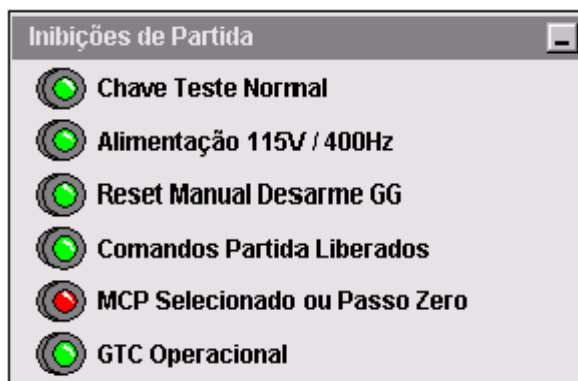

Figura 1.174. Inibições de partida
- **Inibições:** ao se clicar sobre este botão, abre-se a janela que possibilita a visualização das inibições de partida. Caso alguma das inibições esteja ativa, a turbina não pode partir. **Figura 1.174.**